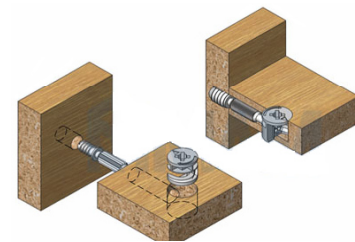

Рис. 3. Эксцентриковая стяжка поз.40,41,37
9. Собрать тумбу согласно схемы сборки на евровинтах поз.35 (рис.5), эксцентриковых стяжках поз.39;40;41(рис.3,4) и шкантах поз.46.